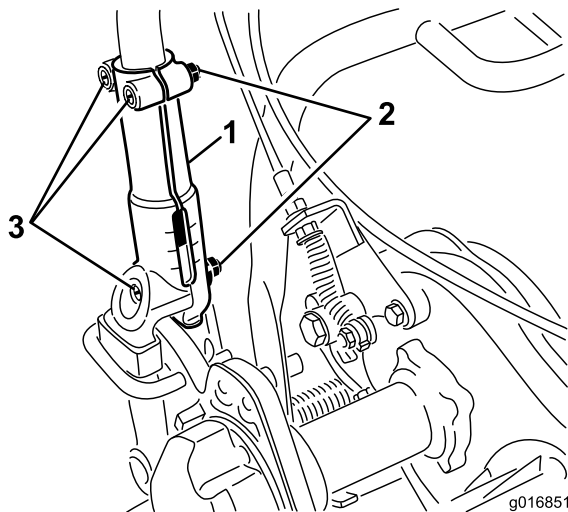

图27
1. 拧松将手柄的每一侧固定到手柄夹上的 3 颗车身螺栓和螺母 (图27)。